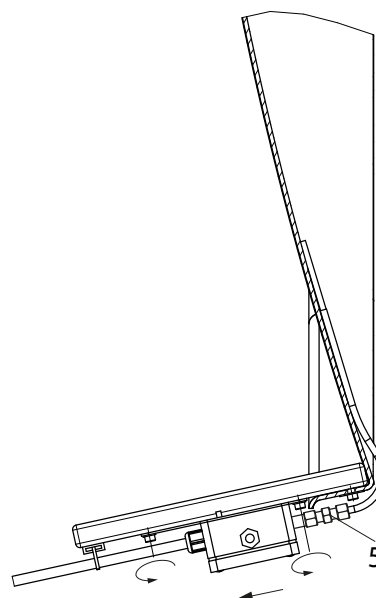

Abb. 4
3. Sensorgehäuse samt Blech im Aluprofil soweit schieben, dass die Enden der beiden Elektroden unter Spannung auf der Reflektorfläche liegen, dann die Schrauben (2 + 3) wieder festziehen ($M_A = 5 \text{ Nm}$) (Abb. 4).